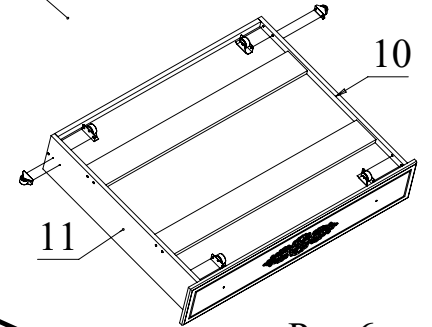

Рис.6
7. Установите ролики стационарные h32 на деталях 10 и 11 с помощью шурупов 3,5x16. Установите ролики ящика для постели на деталях 10 и 11 с помощью винтов M5x8 (Рис. 6).